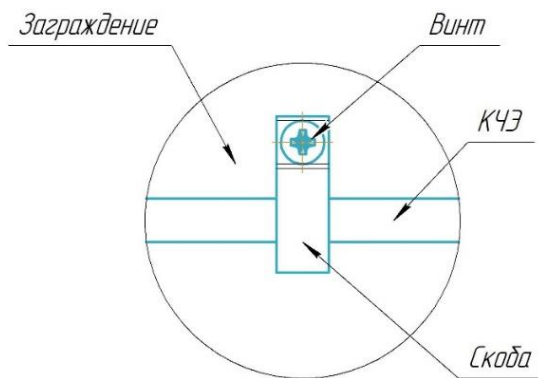

Рисунок 7
4) кабельные ЧЭ НЧ и ЧЭ ВЧ крепить с помощью металлических скоб (Рисунок 7), из состава комплекта монтажных частей Скоба-СК и комплекта монтажных частей Скоба-СП (комплект монтажных частей Скоба-СК и комплект монтажных частей Скоба-СП в состав изделия не входят, приобретаются отдельно) и дюбель-гвоздей 6х40 (дюбель-гвозди в состав изделия не входят, приобретаются отдельно) крепить КЧЭ на расстоянии не более 0,7 м (рекомендуемое значение – 0,4 м) от верхнего (нижнего) края бетонного заграждения, начиная от дальнего конца КЧЭ;
2) кабельные ЧЭ ВЧ проложить по нижней части бетонного заграждения крепить с помощью металлических скоб (Рисунок 7), из состава комплекта монтажных частей Скоба-СК и комплекта монтажных частей Скоба-СП (комплект монтажных частей Скоба-СК и комплект монтажных частей Скоба-СП в состав изделия не входят, приобретаются отдельно) и дюбель-гвоздей 6х40 (дюбель-гвозди в состав изделия не входят, приобретаются отдельно) крепить КЧЭ ВЧ на расстоянии не более 0,7 м (рекомендуемое значение – 0,4 м) от верхнего (нижнего) края бетонного заграждения, начиная от дальнего конца КЧЭ;